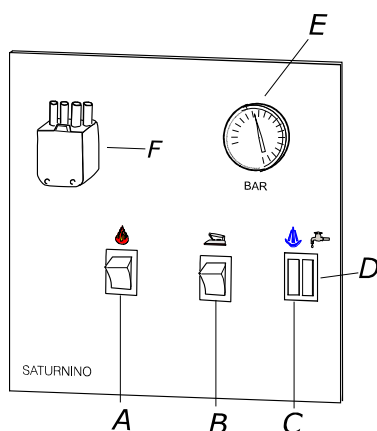
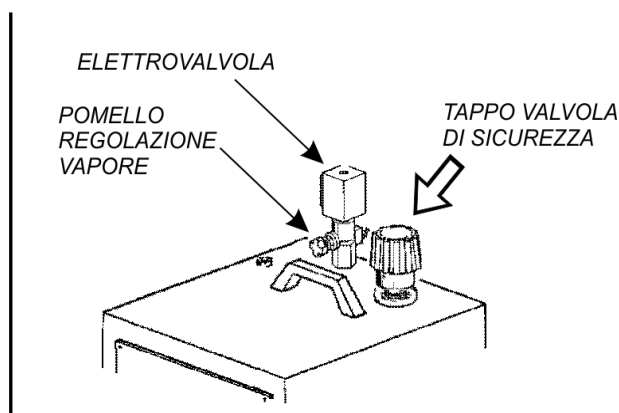
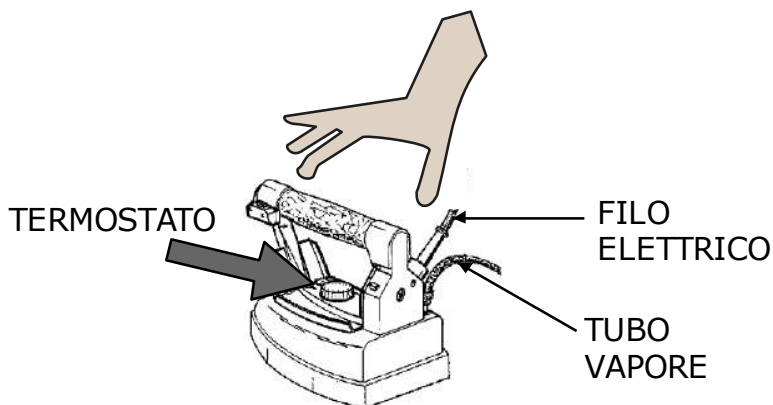
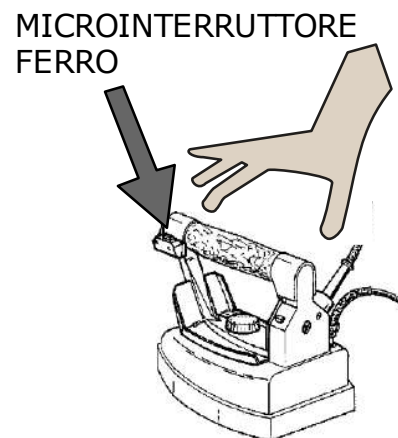

Fig. 2
Fig. 3
Fig. 4
Fig. 5
1. Svitare il tappo valvola dal SATURNINO DA TAVOLO (fig. 3) e riempire con la quantità desiderata d'acqua la caldaia prestando attenzione che non trabocchi.
4. Accendere l'interruttore caldaia (fig. 2 A). Dopo circa 5 minuti accendere l'interruttore del ferro (fig. 2 B) e portare il volantino termostato del ferro sulla posizione "cotone" (fig. 4).
5. Attendere che la spia caldaia si spenga (fig. 2 C). A questo punto sollevare il ferro da stiro per il manico in sughero e premere il microinterruttore del ferro (fig. 5) per 4-5 volte facendo uscire il vapore. Bisogna inoltre accertarsi che il vapore sia ben
saturo (premendo il microinterruttore con il ferro da stiro rivolto verso il pavimento). E' possibile inoltre regolare la quantità di vapore desiderata, tramite il pomello di regolazione vapore situato nell'elettrovalvola (fig. 3). Eseguita l'operazione, il ferro da stiro è pronto per stirare. Durante lo stiro la spia caldaia si accende e si spegne in continuazione, segno di normale funzionamento (fig. 2 C).
20. **Non bisogna mai sostituire il tappo valvola (fig. 3) con tappi di altro genere. N.B.: il tappo valvola è tarato a 4,5 bar ed inoltre ha la funzione di valvola di sicurezza.**
1. Passare il ferro da stiro sui capi da stirare, premendo ad intervalli il microinterruttore del ferro per far uscire il vapore (fig. 5).
4. Per la stiratura a secco si può regolare il termostato (fig. 4) sulle varie posizioni, a seconda del tipo di tessuto che si vuole stirare (fare riferimento quindi alle indicazioni apposte sui capi). Per lo stiro a vapore si deve regolare il termostato sulla posizione "cotone" o "lino".
5. Quando il SATURNINO DA TAVOLO viene utilizzato abbinato ad un tavolo da stiro non aspirante è possibile che sorgano delle macchie d'acqua sul tavolo, in questo caso diminuire il flusso di vapore del ferro tramite il pomello di regolazione vapore (fig. 3). Si consiglia perciò di abbinare l'apparecchio ad un tavolo aspirante e riscaldato.
3. il tubo vapore e il filo del ferro da stiro ogni qualvolta risultino danneggiati (fig. 4);